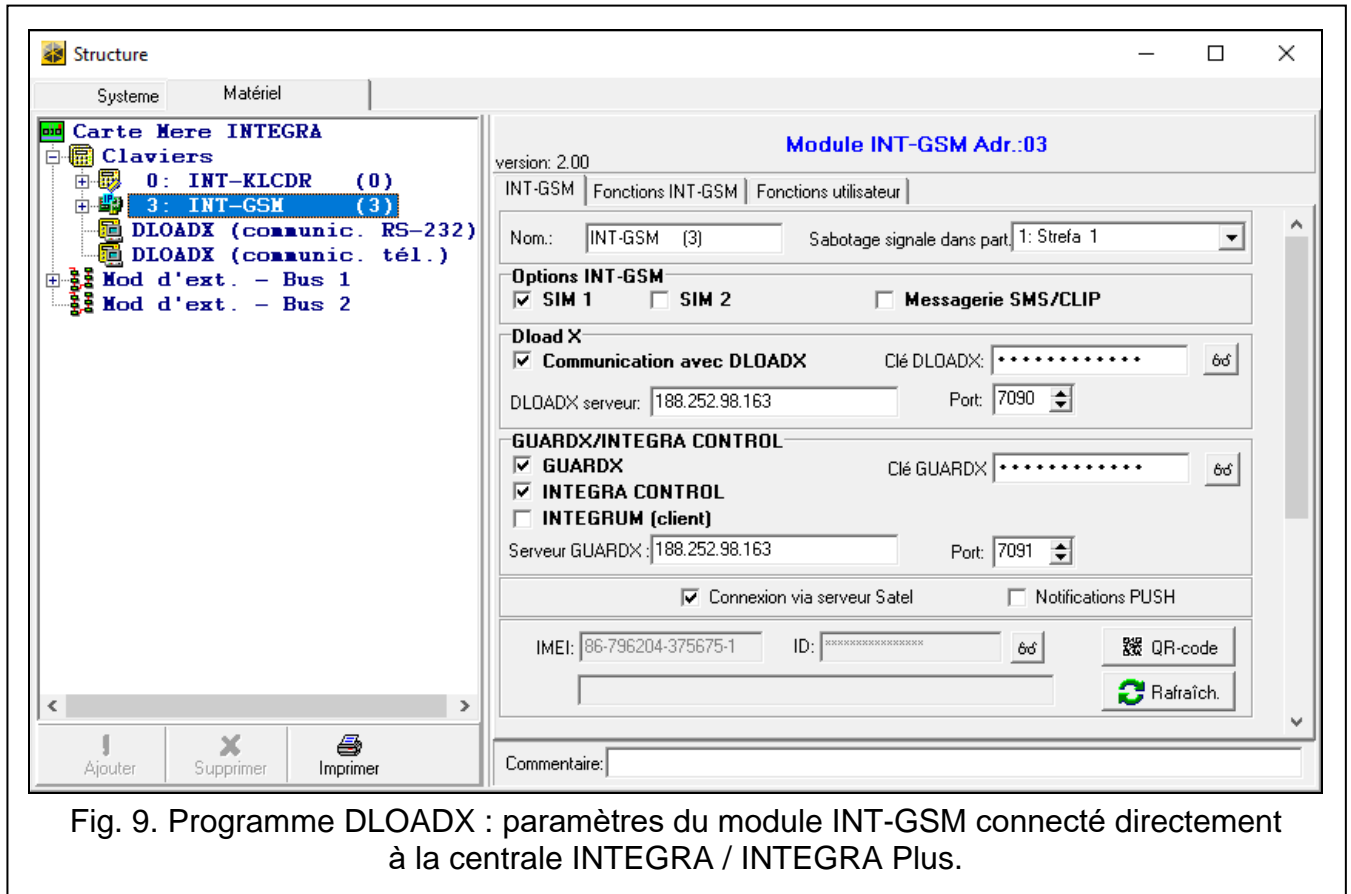

Fig. 9. Programme DLOADX : paramètres du module INT-GSM connecté directement à la centrale INTEGRA / INTEGRA Plus.
- du programme DLOADX : fenêtre « Structure » → onglet « Matériel » → branche « Clavier » → [nom du module] (fig. 9),